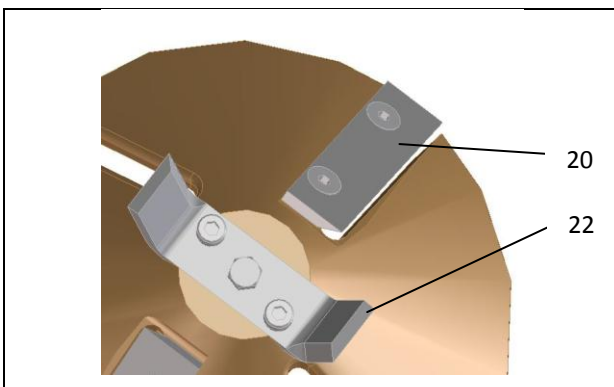

Bild 8: Vorzerkleinerer und Hauptmesser
3. Vorzerkleinerer (→Bild 8, [22]) bzw. Hauptmesser (→Bild 8, [20]) abschrauben.
6. Den Kegelkopf-Stopp (→Bild 8, [34]) abmontieren und entnehmen.